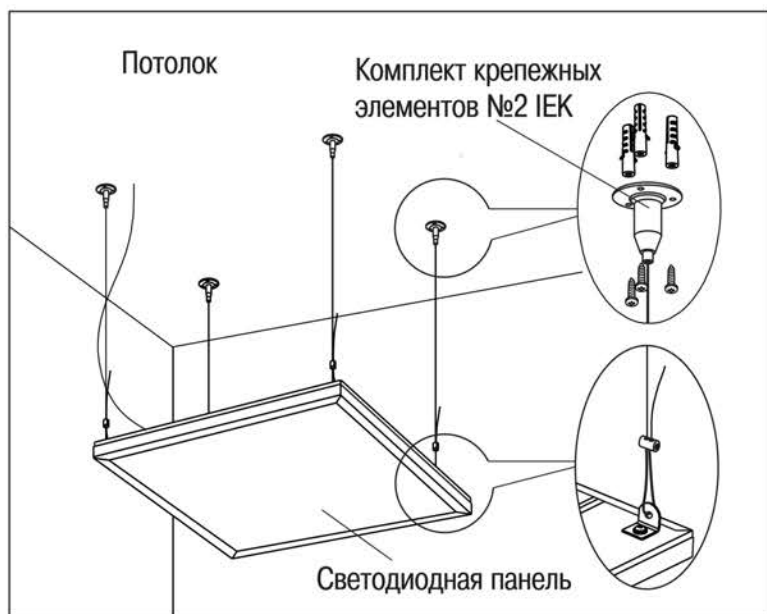

Рисунок 3
5.2.4 Подвесной монтаж светодиодной панели осуществляется с помощью комплекта крепёжных элементов № 2 IEK (рисунок 3). Комплект крепёжных элементов приобретается отдельно.